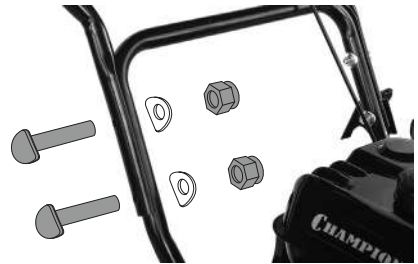

Рис. 6 Установка рукояток
4. Установите рабочие рукоятки с панелью на стойку и закрепите с помощью болтов, шайб и гаек, как показано на Рис. 6.